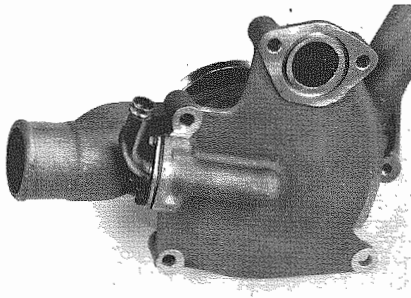

Fig. 25 - Viti raccordo ritorno acqua
- Smontare il raccordo ritorno acqua alla pompa (**Fig. 25**) ed asportare la guarnizione.
- Disconnect pump water return connection (**Fig. 25**) and remove the gasket.